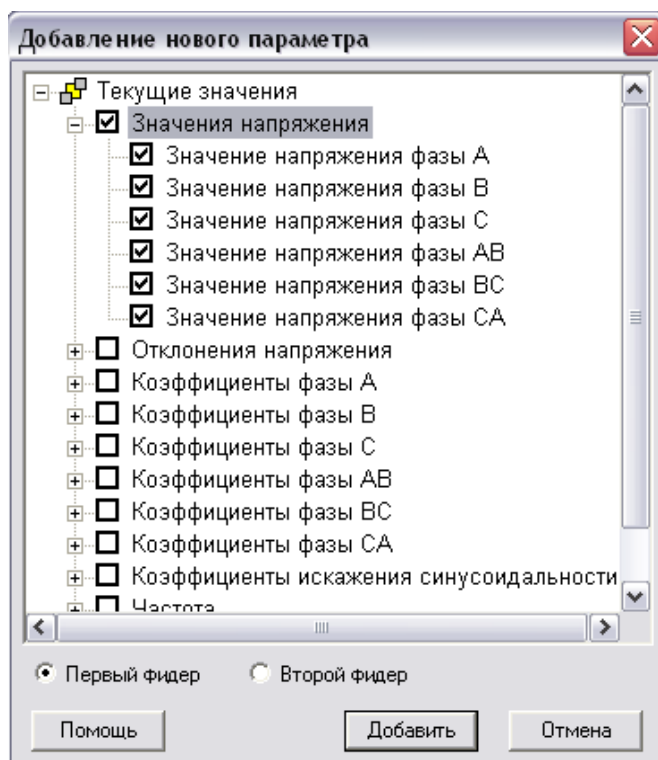

Рисунок 54
- в диалоговом окне (рисунок 54) «Добавление нового параметра» выбрать необходимые характеристики и указать номер фидера;